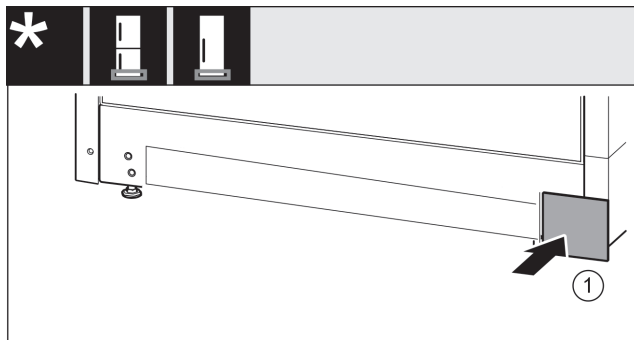

Fig. 16
► Снова установите крышку с другой стороны. Fig. 16 (1)